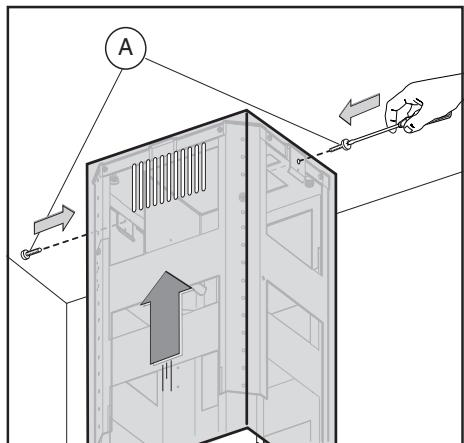

Fig.10
- neem de bovenste schoorsteen en bevestig het op de structuur met de 2 schroeven **A** (afb.10). Verbind de onderste schoorsteen met de bovenste en bevestig het zorgvuldig met plakband **L** (afb.11a).